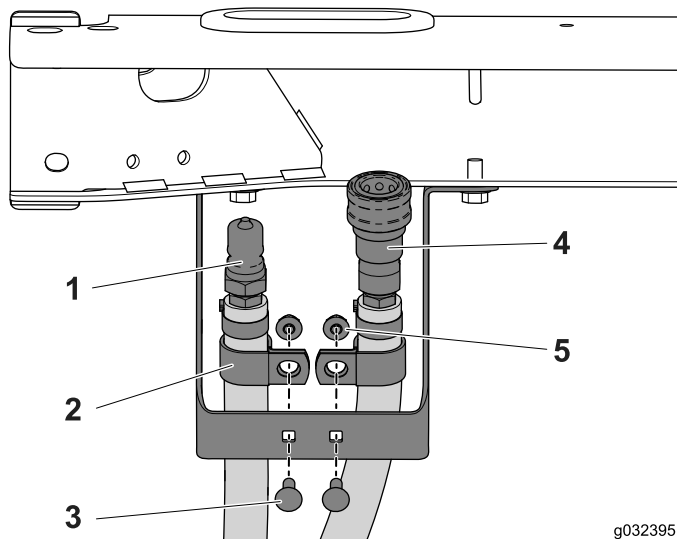

Figura 18
3. Coloque una abrazadera en R sobre cada manguera (Figura 18).
4. Utilice los 2 pernos de cuello cuadrado (1/4" x 3/4") y tuercas con arandela prensada para la instalación de la abrazadera en R y la manguera en el soporte (Figura 18).